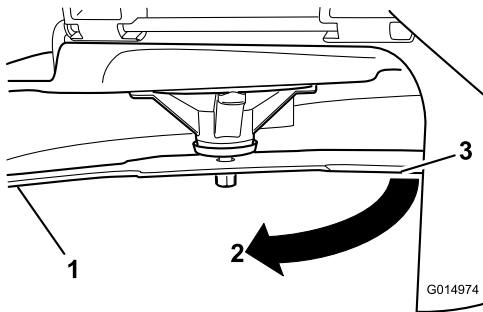

Bild 103
3. Zweiter zwischen Messer und Oberfläche (B) gemessener Abstand
4. Drehen Sie dasselbe Messer um 180 Grad, sodass die andere Schnittkante jetzt in derselben Stellung ist (Bild 103).